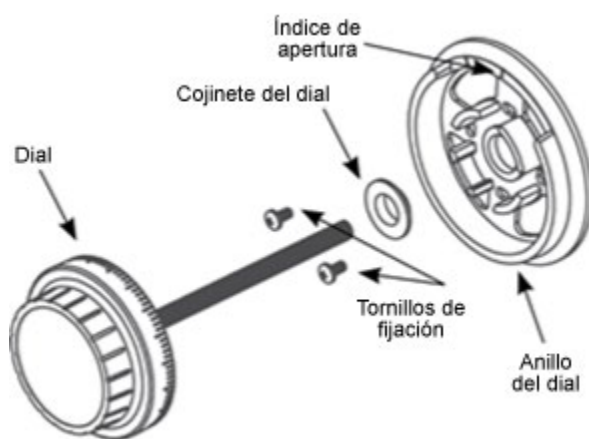

Ilustración 9
6. Monte el anillo del dial centrado en el orificio pasante y fíjelo a la puerta de la caja fuerte utilizando los dos tornillos de fijación suministrados con el conjunto del dial. La marca de referencia del índice de apertura debe estar en la posición de las doce en punto (Ilustración 9).